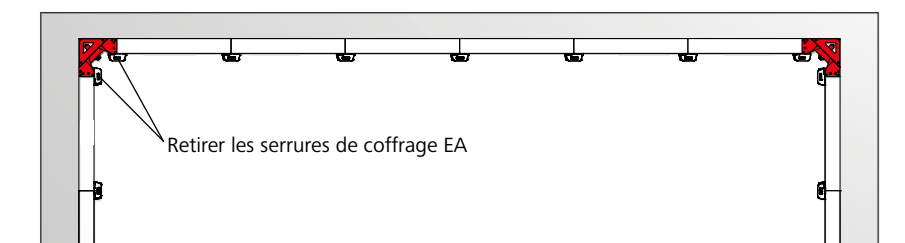

Fig. 31.1
1. Après le bétonnage, retirer les serrures de coffrage EA sur l'AID (Fig. 31.1).